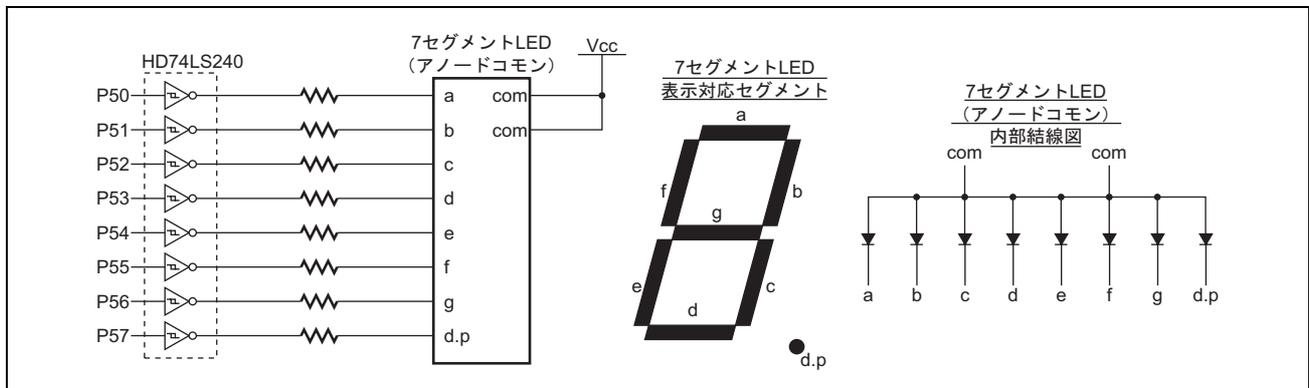

図 2.2 7 セグメント LED 接続図および内部結線図
2. 使用する 7 セグメント LED の接続図を図 2.2 に示します。図 2.2 に示すようにポート 5 から “High” を出力することにより対応する LED のセグメントが点灯します。また、ポート 5 出力と LED 表示データの関係を表 2.2 に示します。